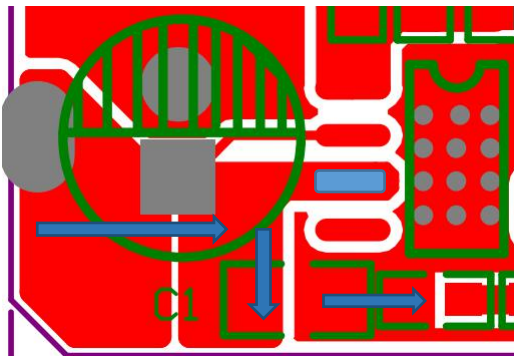

图 1
- 2.输入电容应尽可能靠近芯片管脚（VIN 和 GND）。建议增加一个 0.1uF 的陶瓷电容增强芯片的抗高频噪声能力。如图 1 中 CIN 和 CIN\_BYP。
如图 1 中 CIN 和 CIN\_BYP。